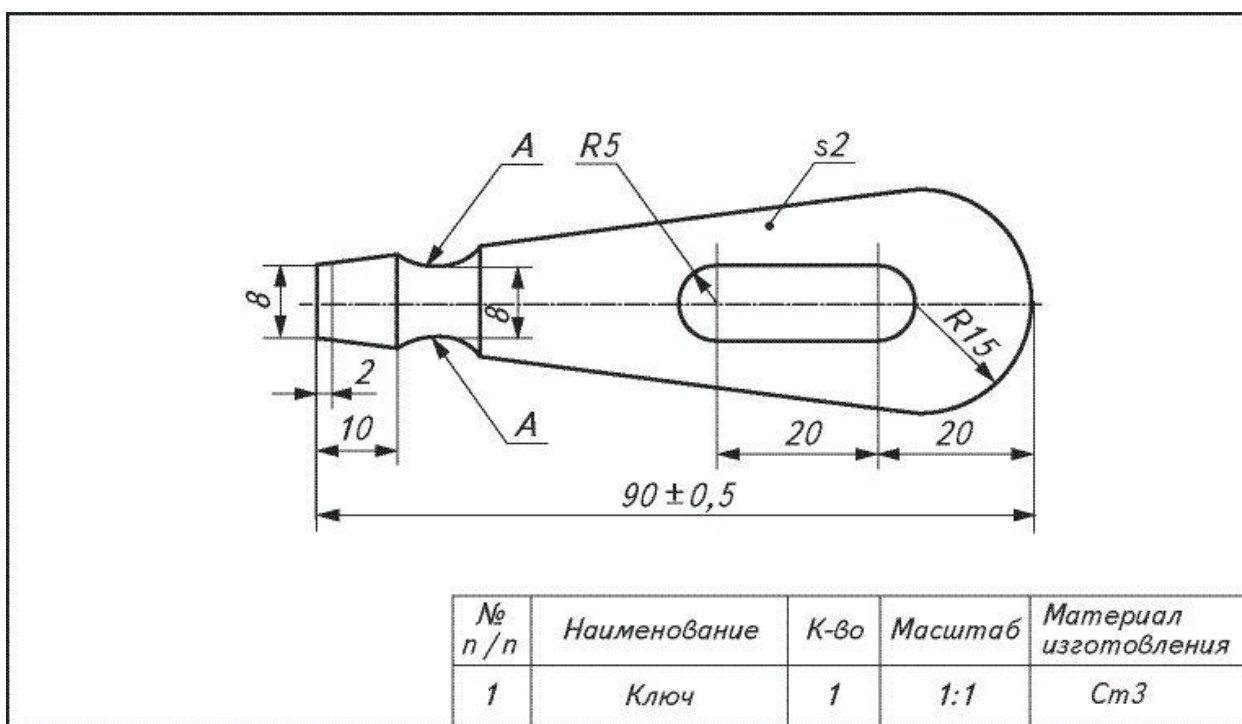

Рис. 1. Универсальный ключ для ручного лобзика
2. Позиции «А» на чертеже сконструировать самостоятельно (Рис. 1.)